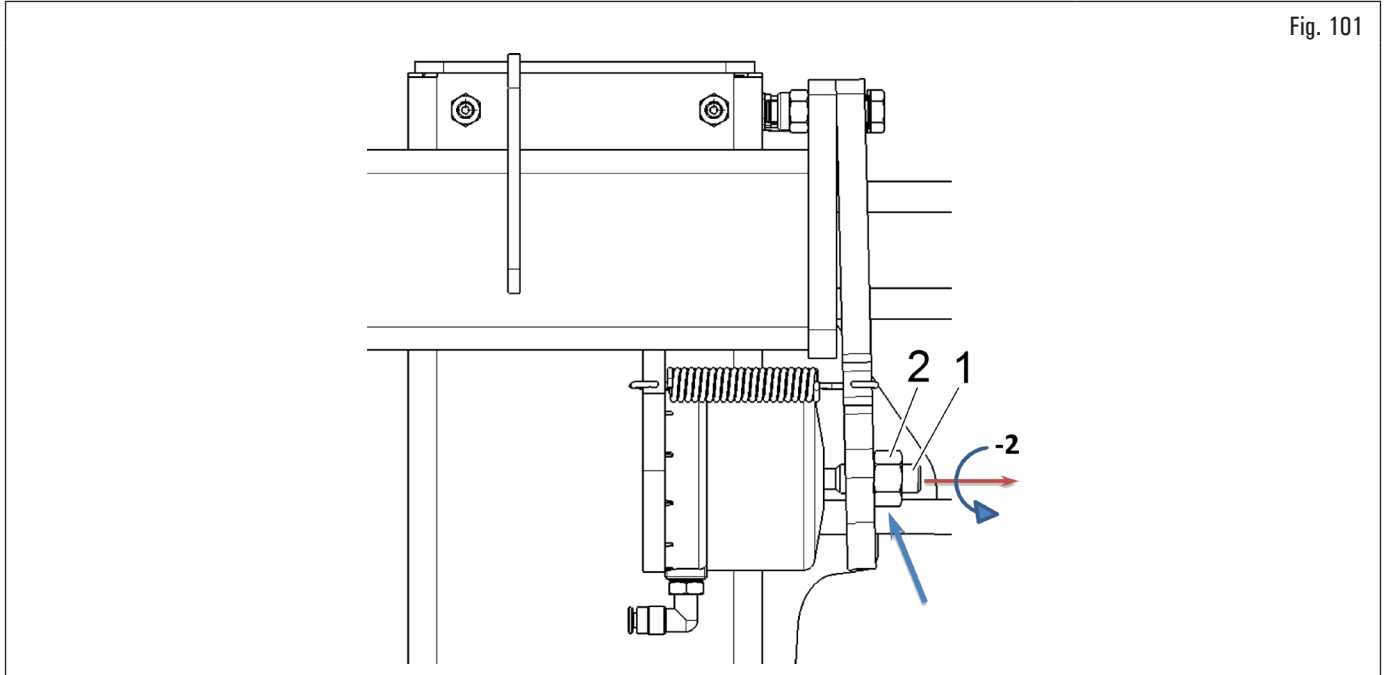

Fig. 101
4. de la position atteinte au point (3), dévisser de 2 tours complètes dans le sens contraire des aiguilles d'une montre la vis sans tête de réglage de l'étranglement (Fig. 101 réf. 1) et serrer le contre-écrou relatif (Fig. 101 réf. 2) ;